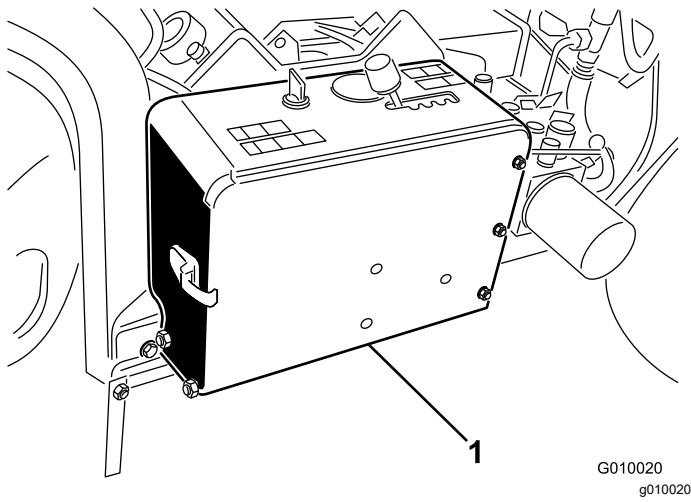

Figura 51
- Desenganche y abra la cubierta del compartimento de la batería (Figura 51).